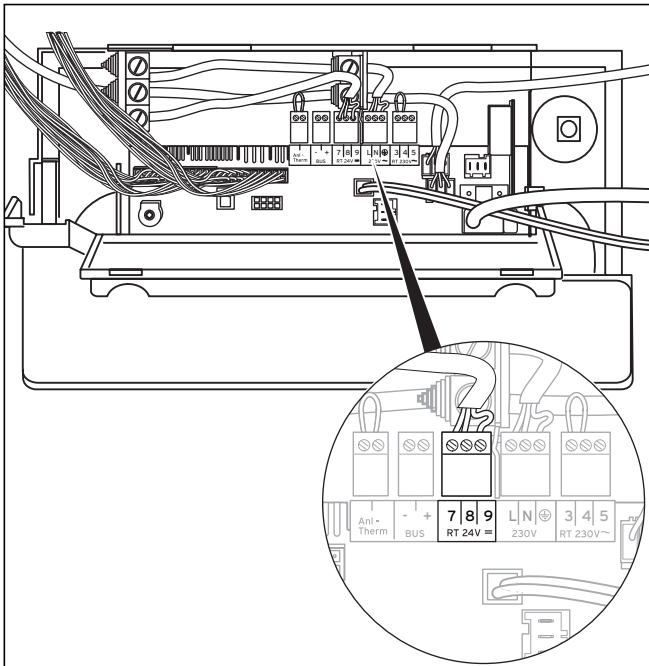

Abb. 5.12 Regelgeräte und Zubehöre anschließen
- Schließen Sie die Anschlusskabel entsprechend Abb. 5.12 an die entsprechenden ProE-Stecker bzw. Steckplätze der Elektronik an.